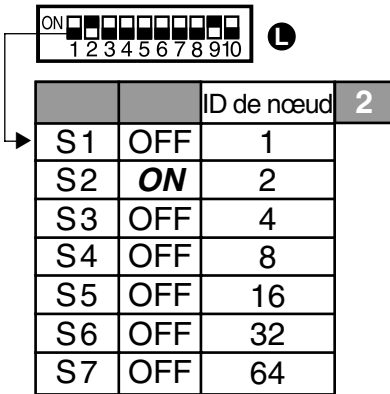
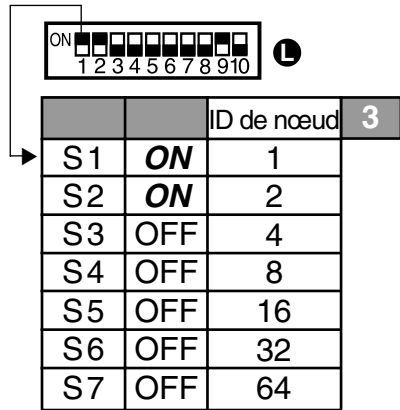

Fig. 11
Fig. 12
- Modifier l'ID de nœud avec le commutateur DIP **L** conformément au schéma de réglage (voir ci-dessus) (exemple : **003**). Pour ce faire, veuillez tenir compte des **Fig. 11, Fig. 12** de la page 20 !
3. Mettre l'ID de nœud de l'électrode de niveau fonctionnant encore sur « **002** ». **Fig. 11**